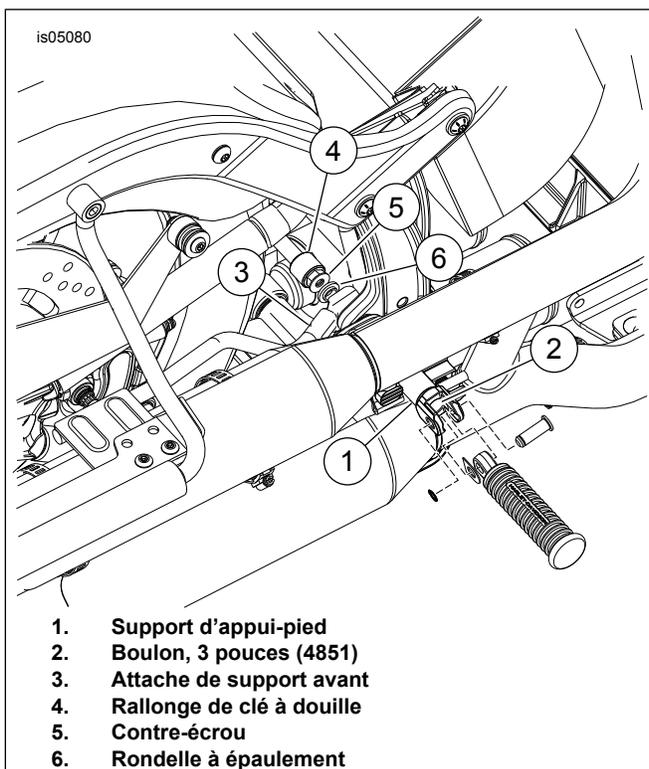

Figure 10. Installer l'attache de support avant et le support d'appui-pied (côté droit illustré).
1. Voir Figure 10. Aligner le support d'appui-pied (1) avec le trou dans le cadre.